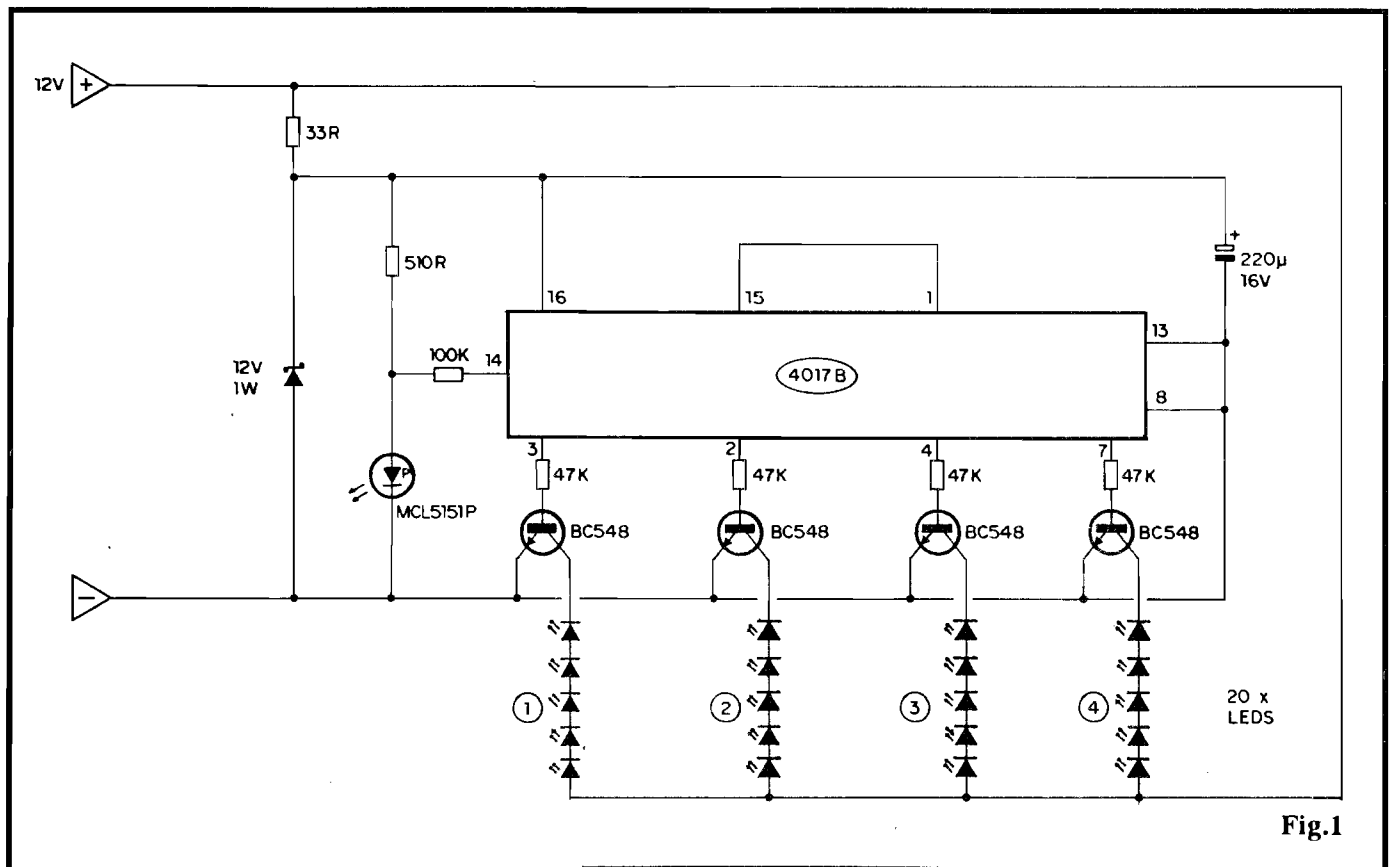

Fig.1
- FIG.1-DIAGRAMA ESQUEMÁTICO DO CIRCUITO - No centro do arranjo está um Integrado Digital da "família" C.MOS, um 4017... Originalmente trata-se de um sequenciador ou contador de década, com (obviamente...) 10 saídas, das quais apenas as quatro primeiras são efetivamente utilizadas (respectivamente manifestadas através dos pinos 3-2-4-7...). A quinta saída (pino 10) é, propositalmente, deixada "em aberto", de modo que o sequenciamento mostre um nítido "intervalo" entre o seu fim e o seu re-começo... A sexta saída de sequenciamento do 4017, presente no pino 1, *reseta* todo o sistema, aplicada que está ao pino 15 de "zera-mento" da contagem... O *clock* (trem de pulsos a ser "contado" e sequenciado pelo Integrado...) é obtido da forma mais incrivelmente simples e econômica, recolhendo-se a brusca variação de Tensão sobre o **anodo** de um LED "pisca" (MCL5151P) que, energizado via resistor limitador de 510R, fornece cerca de 3 Hz ao módulo centrado no 4017, via pino 14 deste... Observem que, no intuito de proteger o Integrado contra Tensões eventualmente muito altas, presentes no sistema elétrico do veículo, essa parte do circuito tem sua alimentação